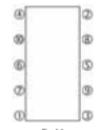

Fig.11
- Nettoyez et lubrifiez correctement les bavures, positionnez les plaques progressivement et uniformément dans l'ordre inverse du démontage indiqué à la Fig. 11 jusqu'à obtenir la cote correcte entre plaques (cote de serrage) indiquée sur la plaque signalétique. Vérifiez que cette cote est bien uniforme sur tout le pourtour des plateaux. Si vous serrez peut-être sur le plateau, il est alors possible. Si vous pensez nécessaire de serrer au-delà de la consigne recommandée, contactez le service après-vente de CIAT qui saura vous conseiller.